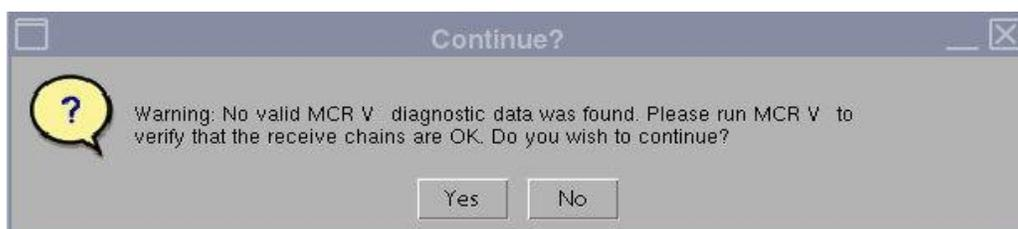

Abbildung 2
**Hinweis:** Wenn der Warnhinweis „No valid MCR-V (or MCR2/3)“ (Kein gültiger MCR-V (oder MCR2/3)) (Abbildung 2) angezeigt wird, wählen Sie [Yes] (Ja) und führen Sie den Test fort. Die MCR-V-Diagnose muss ausgeführt werden, bevor Sie das System dem Kunden übergeben.